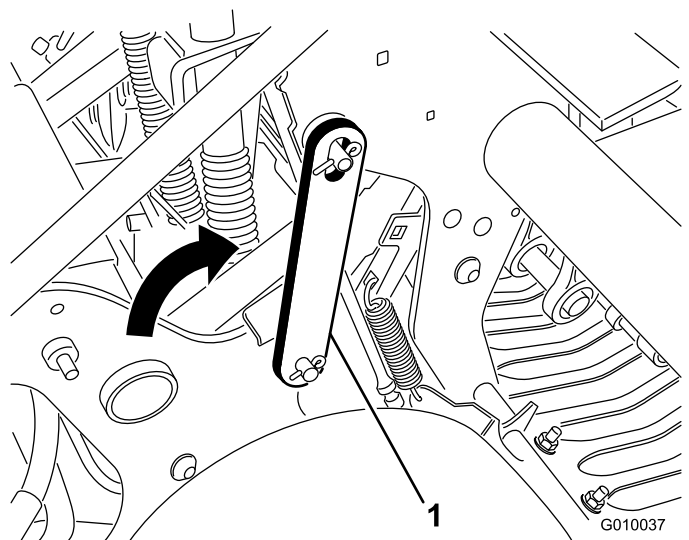

图21
3. 向后转动检修门锁并将其插入打孔头销图21。用锁紧环将其固定。